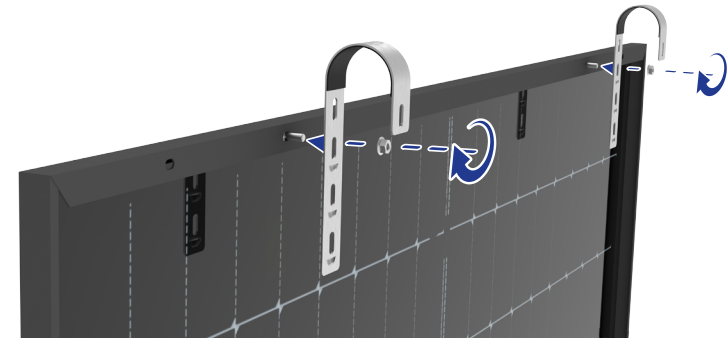

Fig. 10
1. Inserire il bullone M8x20 all'interno della cornice del pannello (↗Fig. 10).
2. Allineare il gancio al bullone attraverso le forature presenti su di esso (↗Fig. 10).
3. Avvitare il dado flangiato per bloccare il gancio in posizione (↗Fig. 10).